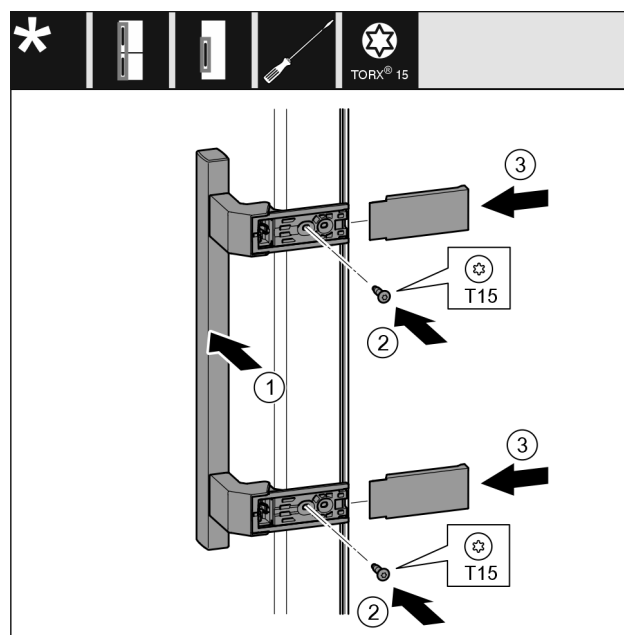

Fig. 38
- ▶ Placer la poignée Fig. 38 (1) du côté opposé.
- ▶ Serrer les vis Fig. 38 (2) avec un tournevis.
- ▶ Placer les caches Fig. 38 (3) sur le côté et les faire glisser.